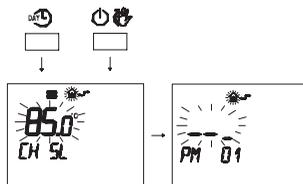

Fig. 2.64
- 2 Одновременно нажать кнопки DAY и для доступа в режим прозрачного программирования (Fig. 2.64).